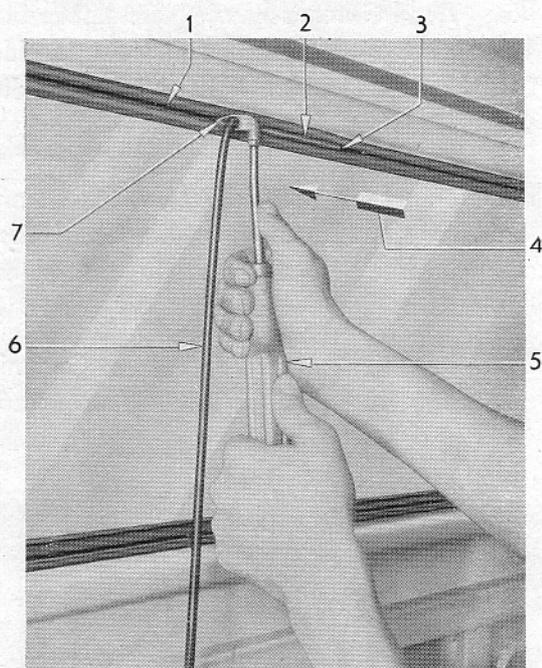

Bild 29 – Rund-Gummischnur in Gummifassung der Rückwandscheibe einziehen
11. Montierahle mit zwei Händen führen und in die Rille der Gummifassung einschieben (Pfeilrichtung in Bild 29). Hierbei drückt das hintere Ende der Montierahle die
Gummischnur in die Rille der Gummifassung. Die Montierahle ist so zu führen, daß sie nicht aus der Gummifassung herausgleitet (Bild 29).